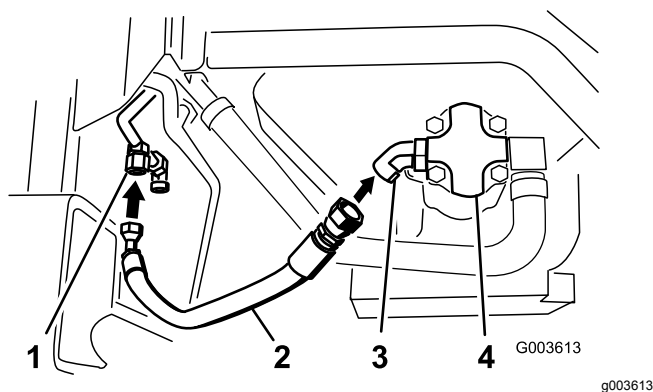
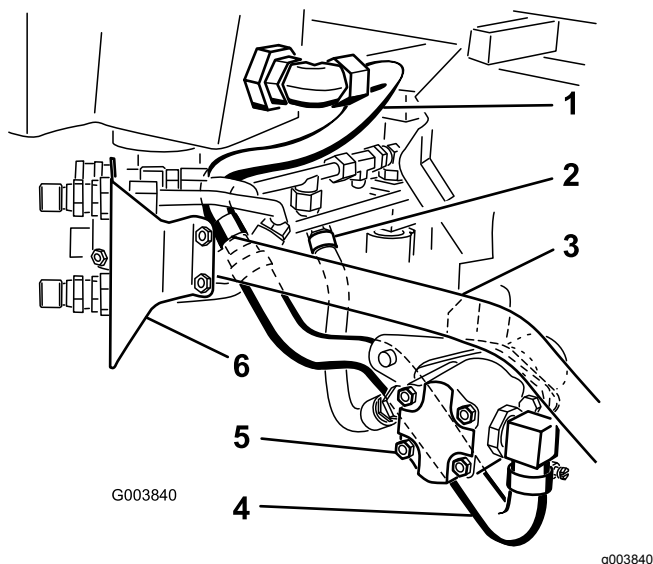

Рисунок 30
Рисунок 31
5. Подсоедините гидравлическую трубку № 3 к большому прямоугольному колену, установленному в сетчатый фильтр и гидравлический бак (Рисунок 26 и Рисунок 31).
2. Подсоедините большой гидравлический шланг к прямоугольному колену, установленному в боковой части гидравлического насоса (Рисунок 27 и Рисунок 31).
9. Подсоедините гидравлический шланг со штуцерами к 45-градусному колену, установленному в гидравлический насос (Рисунок 30 и Рисунок 31).
10. Правильные расположения шлангов и гидравлических трубок, подсоединенных к гидравлическому насосу, см. на Рисунок 31.